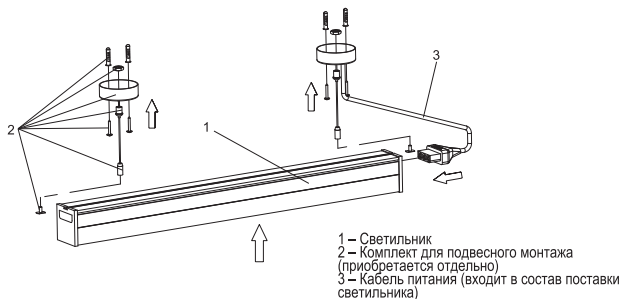

Рисунок 5. Подвесной монтаж светильника на тросе
- Подвесной монтаж светильника производить на тросах при помощи комплекта для подвесного монтажа (модели UFL-N10H 1.5M SET BLACK, UFL-N10H 1.5M SET WHITE, приобретаются отдельно). В комплект подвесного монтажа входит металлическая планка с винтами, позволяющая при данном монтаже, механически соединить два светильника (см. рисунок 5).